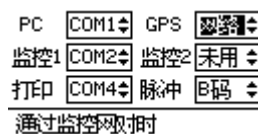

图 5-19 通信端口子菜单示例
(2) 通信端口：主要完成：“监控”端口选择；“PC”调试端口选择；“GPS”端口配置及“打印口”的设置，确定各功能通过什么端口实现，示例如图 5-19 所示界面。